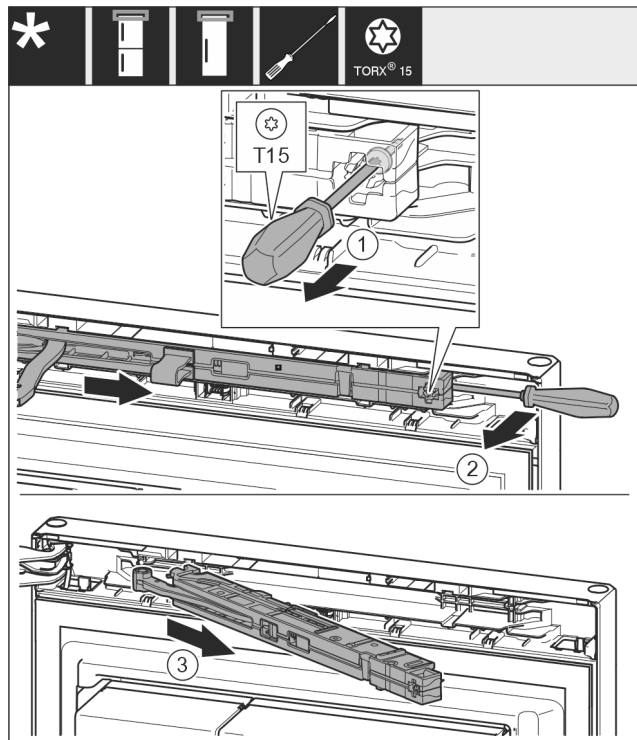

Fig. 12
- ▶ Šroub na jednotce tlumiče zavírání povolte šroubovákem T15 o cca 14 mm. Fig. 12 (1)
- ▶ Šroubovákem na straně madla zajedte za jednotku tlumiče zavírání a otočte jednotku dopředu. Fig. 12 (2)
- ▶ Vytáhněte jednotku tlumiče zavírání. Fig. 12 (3)